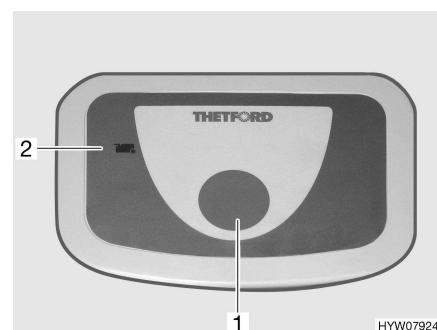

Fig. 111 Pulsante dello sciacquone/spia di controllo (toilette Thetford)
- Per sciacquare premere il pulsante blu (Fig. 111,1).
La spia di controllo (Fig. 111,2) si accende quando il serbatoio fecale deve essere svuotato.